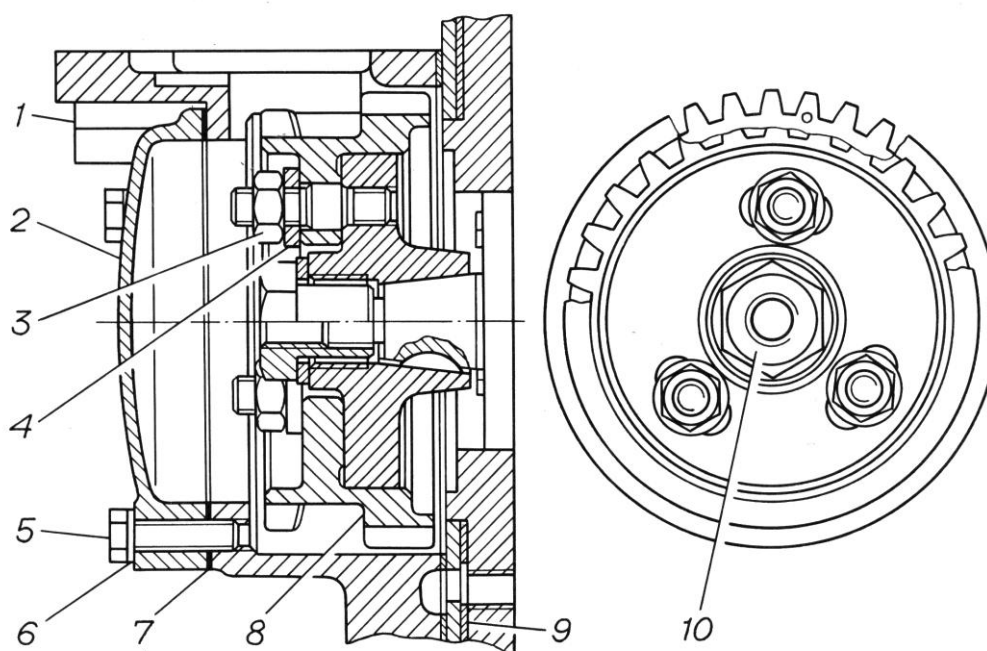

Рис. 14.8. Привод топливного насоса:
– снять крышку люка (рис. 14.8);